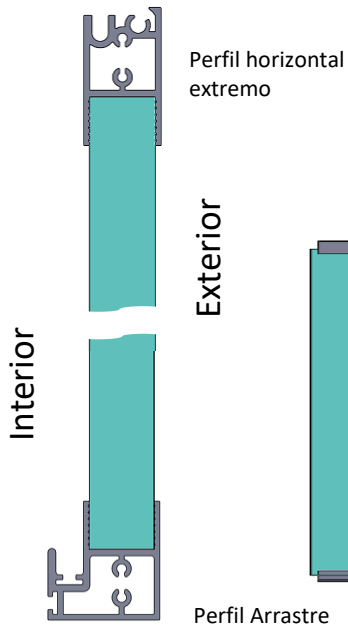

Figura 45
- El perfil arrastre y el perfil horizontal extremo deben de estar orientados como en la figura 45.